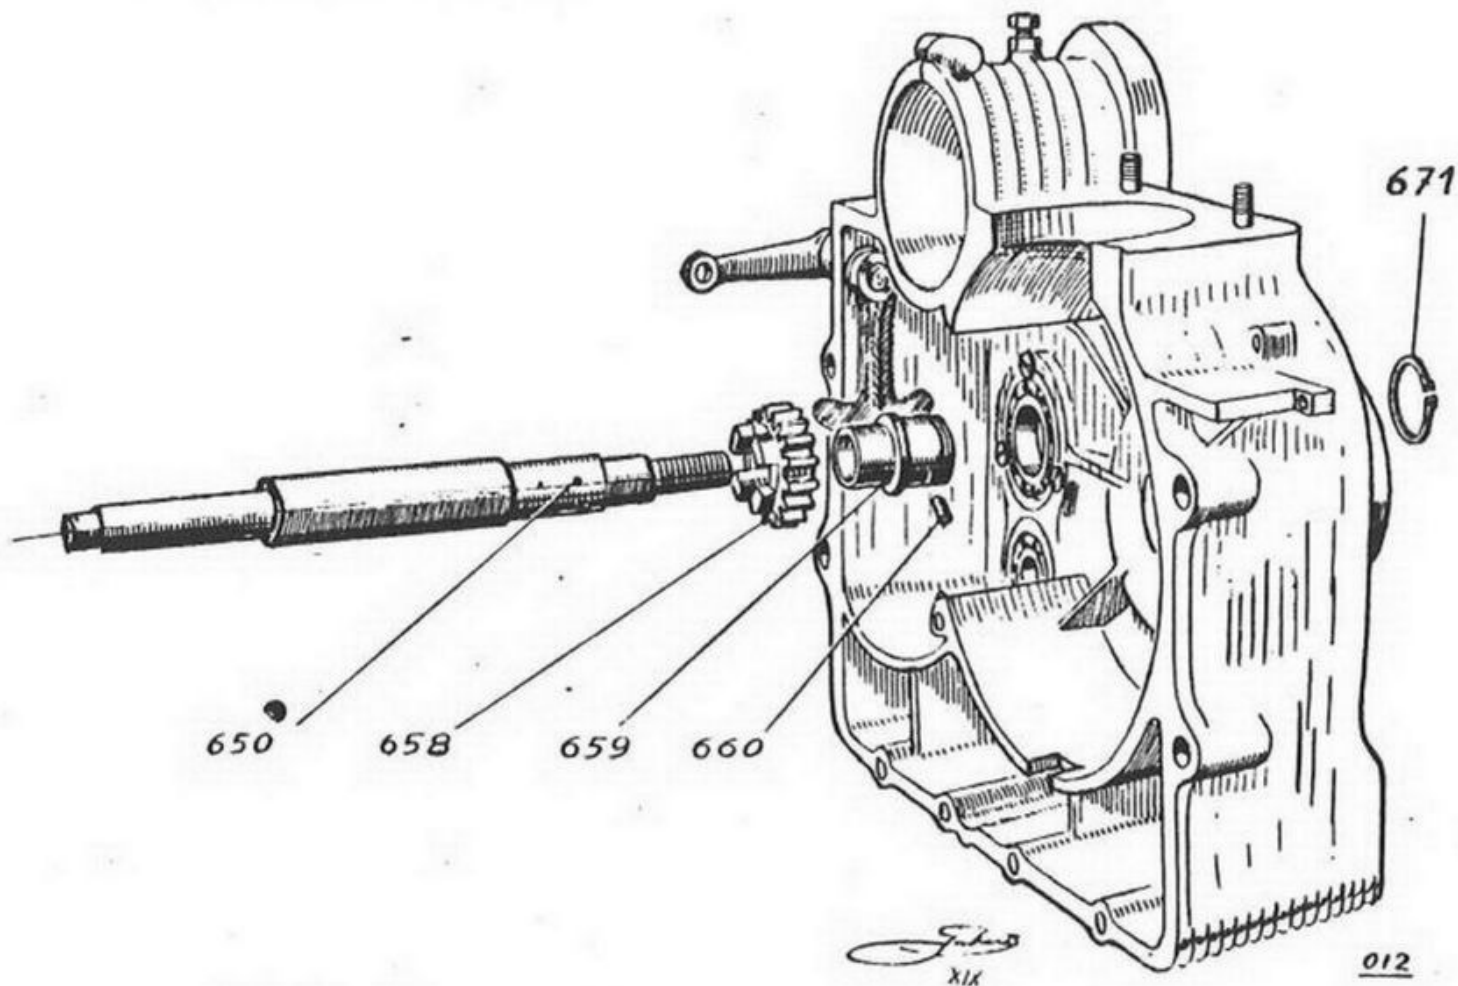

Fig. 14 - Smontaggio dell'albero del cambio di velocità
14) - Smontaggio del cambio di velocità (fig. 14).